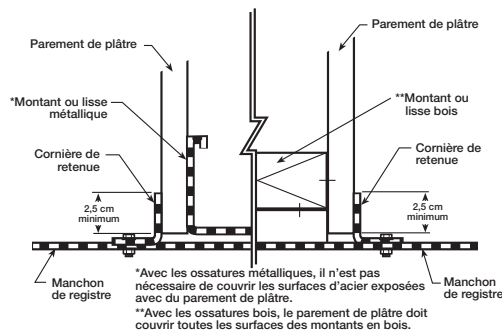

Figure 4 — Fixation du parement
b. Fixer les plaques de parement de plâtre tous les 30,5 cm sur tous les montants et lisses qui entourent l'ouverture. Voir la Figure 4.